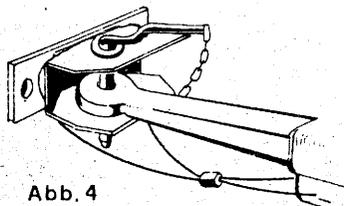

Abb. 4
3. Abb. 4 zeigt die richtige Anbringung der Fangschleife. Sie dient als Sicherung beim möglichen Reißen des Kupplungsbolzens.